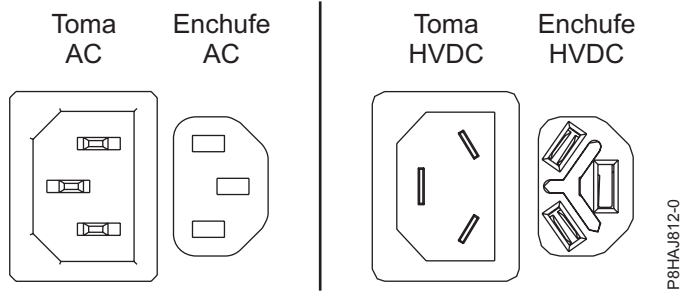
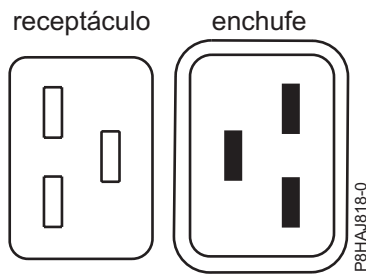
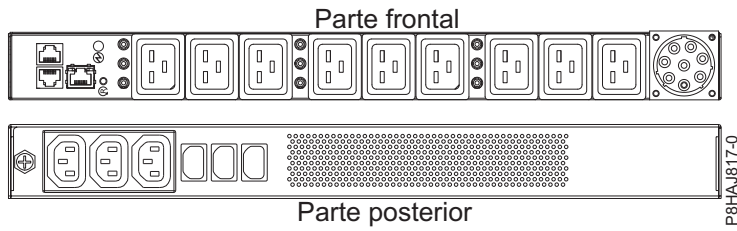

Figura 43. Conectores de CA y HVDC
Figura 44. Conectores para el sistema 8408-44E
Figura 45. PDU para el sistema 8408-44E
En Figura 43 en la página 95 se muestran los conectores admitidos de corriente alterna (CA) y de corriente directa de alto voltaje (HVDC). En Figura 44 en la página 95 y en Figura 45 en la página 95 se muestran los conectores admitidos y la unidad de distribución de alimentación (PDU) para 8408-44E.